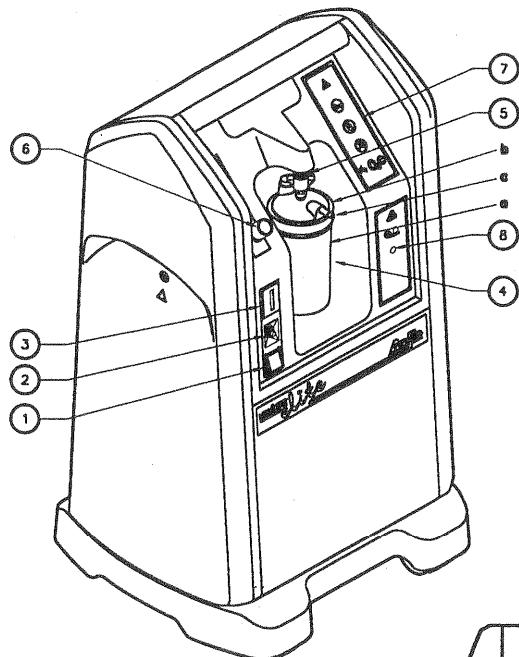

Fig. I.1
I.1. Parte delantera (Fig. I.1)	2-ES
I. 1. Parte delantera (fig. I.1)